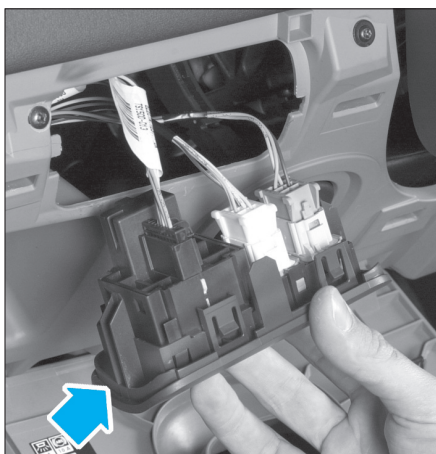

FIG. 4
- la commande de réglage des projecteurs (Fig.4).